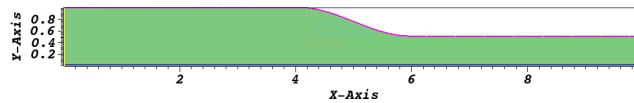

Figure 1: Géométrie de GDL (2D)
**Géométrie** La géométrie utilisée est modélisé d'une partie de GDL écrasé par la plaque bipolaire (en métal) comme montrant la Figure 1.